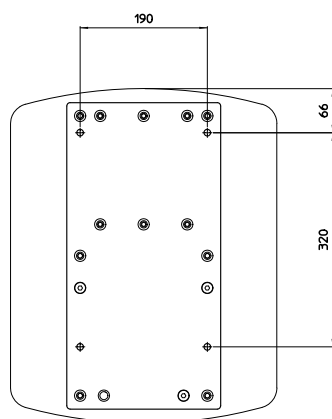

Figura 2: piastra posteriore per l'installazione a muro del modulo
- ✓ Individuare e identificare la posizione dei 4 fori da realizzare sul muro secondo lo schema in *Figura 2*;